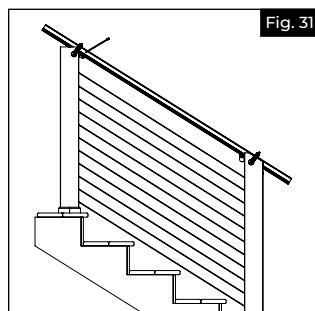

Fig. 31
- a. Au moyen de serre-joints, fixer le profilé supérieur sur le côté des poteaux de l'escalier en l'alignant sur les supports. Marquer le profilé au niveau des poteaux (Fig. 31). Couper le profilé supérieur sur ces marques et à cet angle.